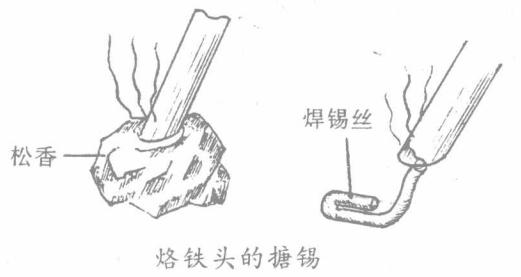

图 1-2-1
1. 烙铁头的搪锡。新烙铁使用前，将烙铁头的刃部斜面用钢锯片断口或细砂纸仔细刮干净，露出紫铜光泽，然后接通电源。在温度上升的过程中，先在烙铁头刃头上涂上少许助焊剂松香，待松香冒出白烟时将焊锡丝直接放到烙铁头上待它熔化，或用烙铁头直接到焊锡丝上蘸取。这样烙铁头刃部斜面上就会附上一层光亮的锡供使用，如图 1-2-1 所示。
- 新烙铁头上锡，见图 1-2-1 所示及解释。
(1) 用钢锯片断口部分将漆包线漆皮去掉（直径在0.1 mm以上的铜线可用此法，小于0.1 mm的漆包铜线，可用火柴点燃后的外焰部分小心烧去漆层）。锯片与漆包铜线呈50°~80°角，轻轻刮去漆皮（注意用力不能太大或太小，太大铜